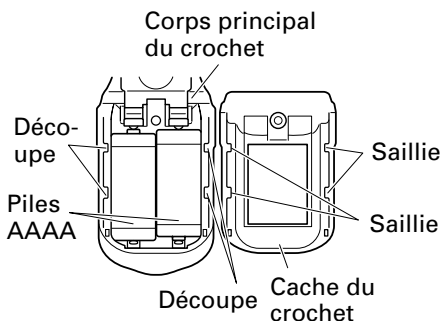

Fig. 12
- (2) Retirer les piles usées et insérer des piles neuves. Les aligner sur le crochet et disposer les bornes positive (+) et négative (-) correctement. (Fig. 12)